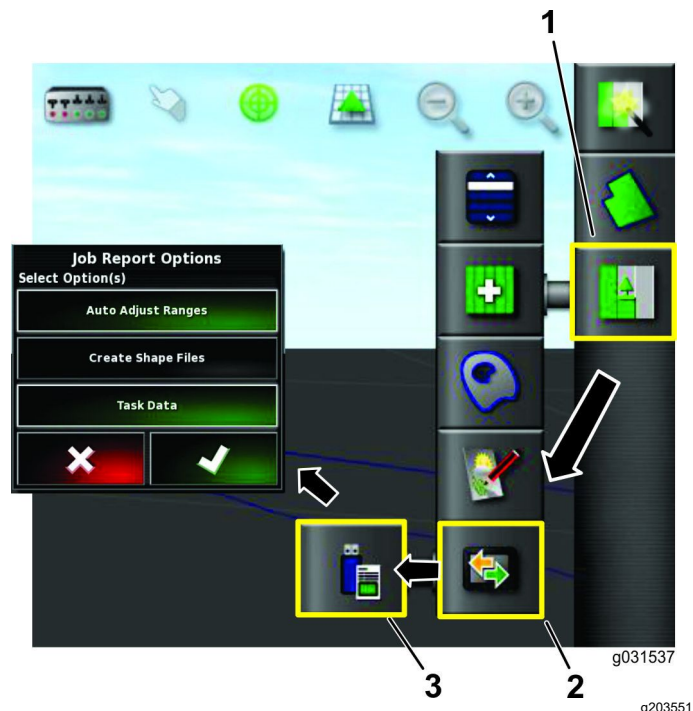

Figura 89
3. Premete l'icona del menu dell'Attività (Figura 89).
4. Premete l'icona di Scambio dati (Figura 89).
5. Selezionate l'icona di Esportazione del report dell'attività su USB (Figura 89).